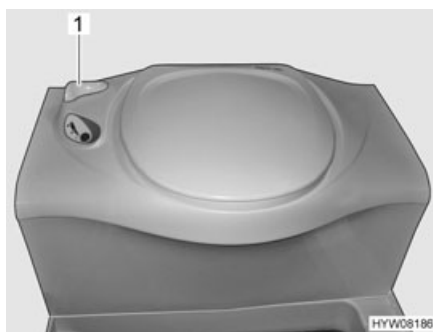

Fig. 115 Toilette Thetford
*Apertura del cursore:* ■ Ruotare la leva del cursore (Fig. 115,1) in senso antiorario.
*Chiusura del cursore:* ■ Ruotare la leva del cursore (Fig. 115,1) in senso orario.
*Risciacquo:* ■ Prima di tirare l'acqua, aprire il cursore della toilette Thetford. A tal fine ruotare la leva del cursore (Fig. 115,1) in senso antiorario.
■ Dopo aver tirato l'acqua chiudere il cursore. Ruotare la leva del cursore (Fig. 115,1) in senso orario.